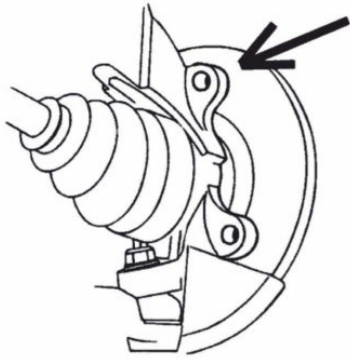

Рисунок 13
**7.2.1** См. рис. 13 и 14, на них показаны отверстия для крепления суппорта